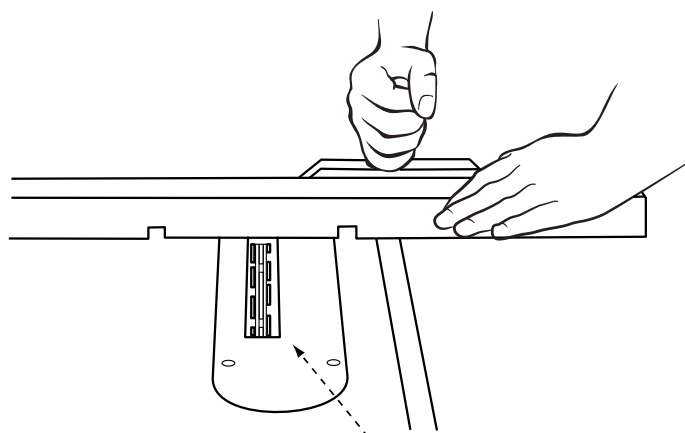

FIGURE 33
- La plaque à gorge accessoire à tête de rainurage, illustrée à la Figure 33, doit être utilisée à la place de la plaque à gorge standard. Assurez-vous que la plaque à gorge est au niveau de la table avant de poursuivre.